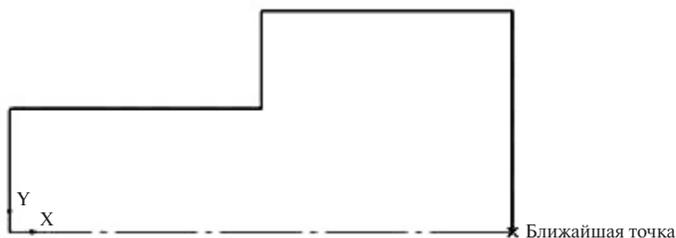

Рис. 104. Построение осевой линии
3. Выполнить осевую линию (рис. 104), пользуясь кнопкой *Отрезок* на инструментальной панели *Геометрия*.